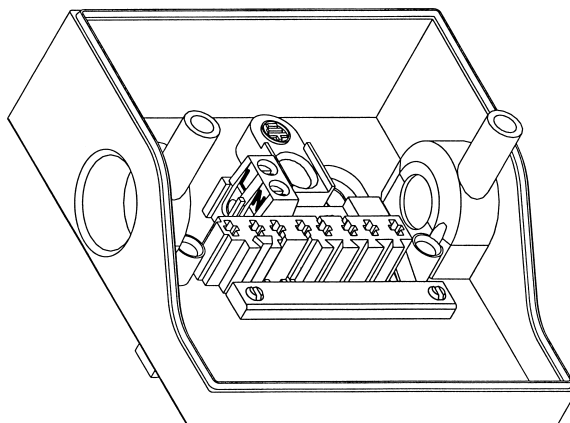

РИС. 6
- ◆ Выполните подключение, как показано на рис.6:
- ◆ Для **E 25 (30)/1-5 SSM** возможно подсоединение справа.